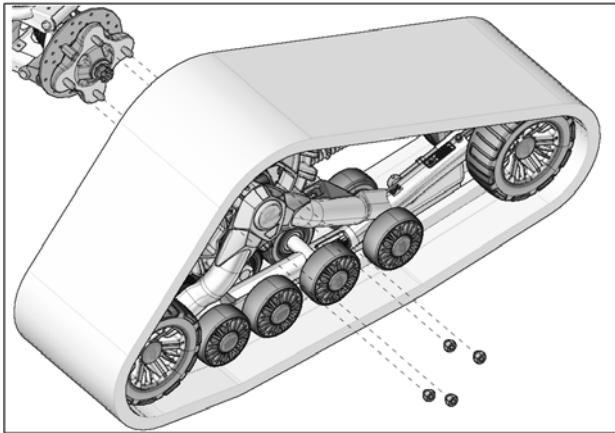

Fig. 10
9. Secure undercarriage to rear hub using the vehicle's own lug nuts. See Fig. 10
- Using the vehicle's own lug nuts, secure undercarriages to the front wheel hubs. The procedure and precautions are the same as for rear units. Refer to Fig. 10
6. Au moyen des écrous de roue d'origine du véhicule, boucler chaque système de traction au moyen de la roue avant. La marche à suivre et les précautions sont les mêmes qu'à l'arrière. Voir la Fig. 10